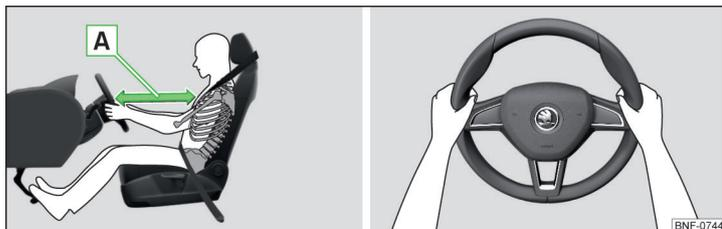

Fig. 2 Posición de asiento correcta del conductor / Sujeción correcta del volante
- ✓ Ajustar el asiento del conductor de la manera, que los pedales son pulsados con las piernas un poco dobladas y la distancia entre el volante y la quilla es mínima 25 cm » fig. 2 - A.
- Durante la conducción, sujete el volante con ambas manos por el borde exterior de los lados en las posiciones de las "9" y "3" horas » fig. 2. No sujete nunca el volante en la posición de las "12 horas" o de cualquier otro modo (p. ej., en el centro o en el borde interior del volante, etc.). De lo contrario puede generarse lesiones graves en los brazos, manos y la cabeza cuando se activa el airbag.